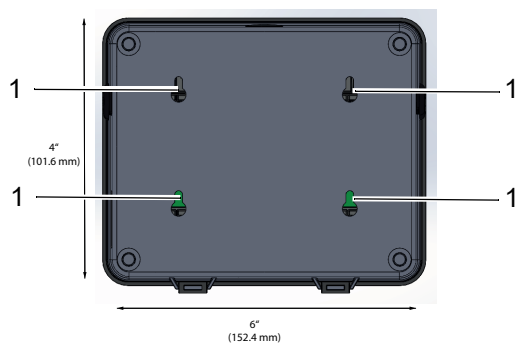

Fig. 3 Geräterückseite
- Mit den passenden Befestigungsteilen. Vergewissern Sie sich, dass die Befestigungsteile für die Montagefläche geeignet sind und 18 kg (40 lb) aushalten, ohne sich zu lösen oder die Hardware oder die Montagefläche zu beschädigen. Verwenden Sie alle vier am Gerät vorhandenen Montagebohrungen (siehe Fig. 3).